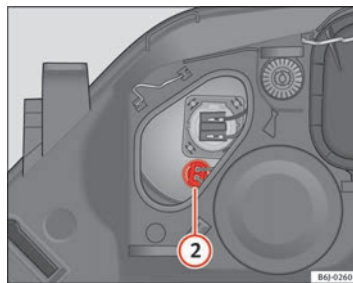

Abb. 149 Standlicht
- Ziehen Sie den Stecker ⇒ Abb. 149 ② nach außen ab.